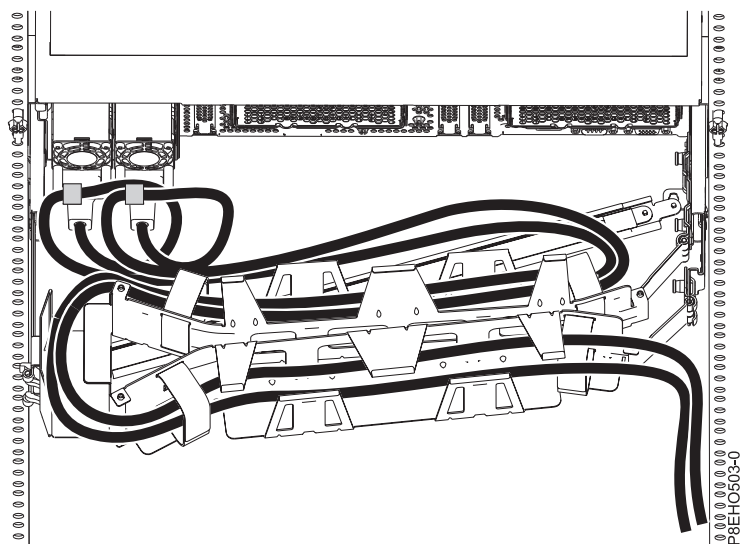
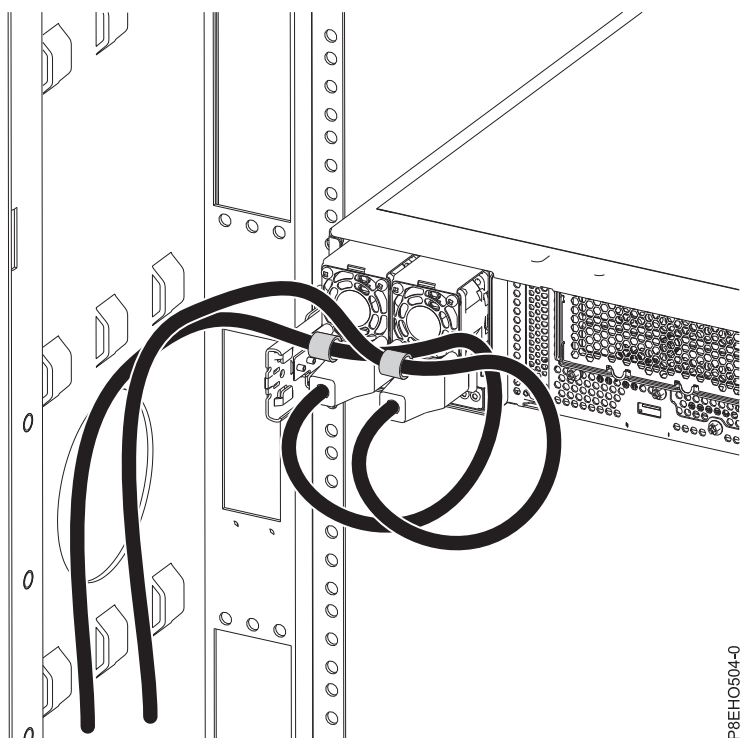

図 47. ケーブル・マネジメント・アームで配線する電源コードのループ： 電源コードは反時計方向にループして右側に配線します。
図 48. 側壁に沿って配線する電源コードのループ： 電源コードは反時計方向にループして左側に配線します。
3. 電源コードにラベルを付け、電源装置ハンドルから切り離します。電源コードを電源装置のハンドルに留めている面ファスナーを外します。電源コードがどのようにループしているかに注意してください。電源コードを再接続するときに、同じループにする必要があります。2 つのタイプのループを使用します (詳しくは、72 ページの図 47 および 72 ページの図 48 を参照)。